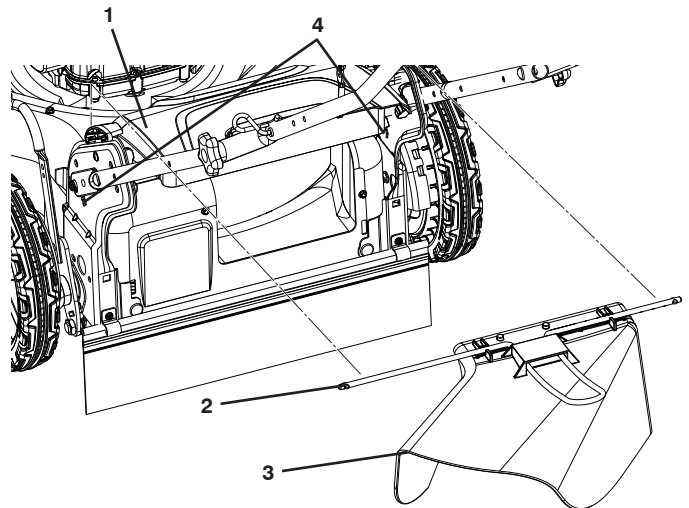

Figure 11
1. Soulevez la porte arrière et installez les bras de la barre du déflecteur de l'herbe coupée dans les fentes des supports du guidon comme montré (Figure 11).